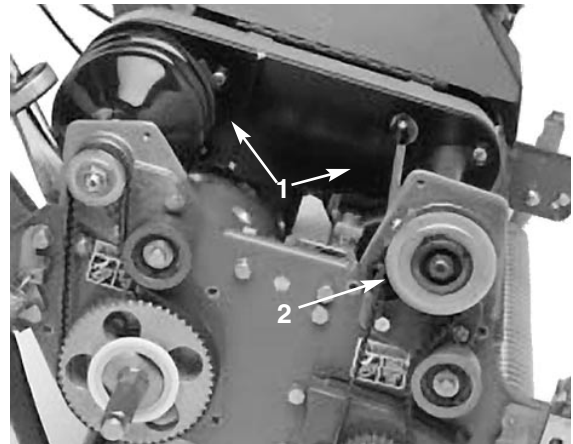

Bild 34
3. Entfernen Sie die Innensechskantschrauben, mit denen die vorderen und hinteren Bereiche der Differentialabdeckung am Differentialgehäuse befestigt sind und schieben die Abdeckungsteile beiseite, um den Riemen freizulegen (Bild 34).
6. Entfernen Sie die (2) Innensechskantschrauben und Sicherungsmuttern, mit denen das vordere
Kupplungsgehäuse an der Seitenwand (Bild 34) befestigt wird. Drehen Sie das Gehäuse um 180°, so dass die Gehäuseunterseite nach oben weist.
7. Entfernen Sie die (2) Innensechskantschrauben und Sicherungsmuttern, mit denen das hintere rechte Lagergehäuse an der Seitenwand (Bild 34) befestigt wird. Drehen Sie das Gehäuse um 180°, so dass die Gehäuseunterseite nach oben weist.